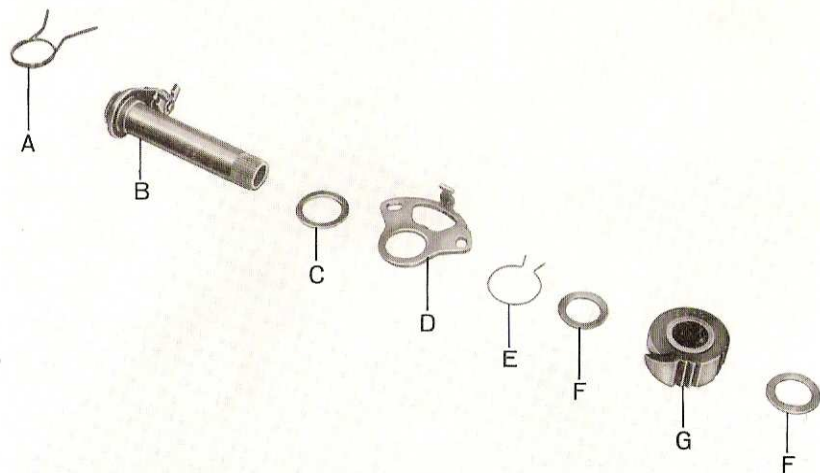
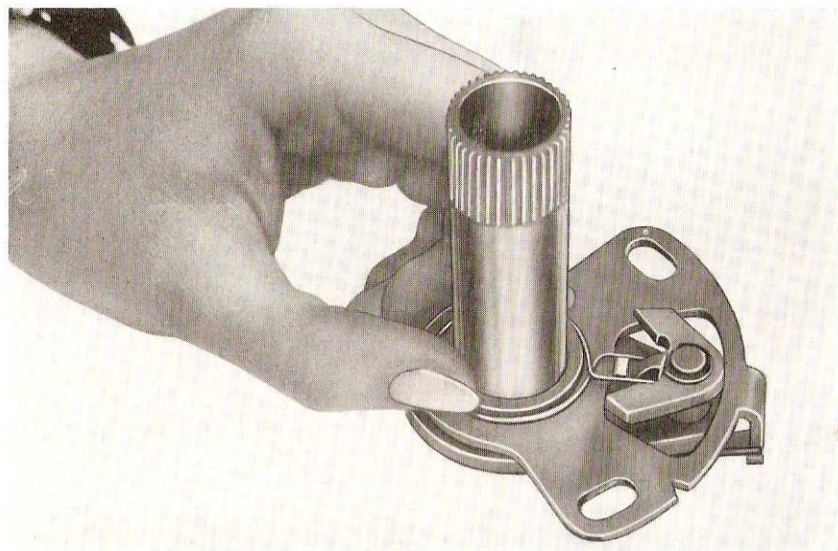

Fig. 17 - Préparation et procédé de montage du groupe sélecteur
Fig. 18 - Montage du ressort de rappel ancre présélecteur
| 13. Fig. 17 - A ressort de rappel de la pédale de selecteur | E ressort de rappel ancre présélecteur      |
14. Fig. 18 - Prendre le groupe monté à l'avance, composé des pièces B.C.D. (voir fig. 17), monter le ressort et en croissant les deux extrémités, le ressort monté, l'extrémité qui passe sur l'autre doit se trouver exactement sur le même plan.
15. Ensuite engager sur l'axe B les pièces F.G. (voir fig. 17).